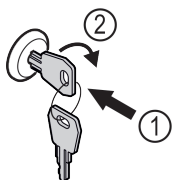

Fig. 90 Примерное изображение
- ▶ Вставьте ключ Fig. 90 (1).
- ▶ Поверните ключ на 90° по часовой стрелке Fig. 90 (2).